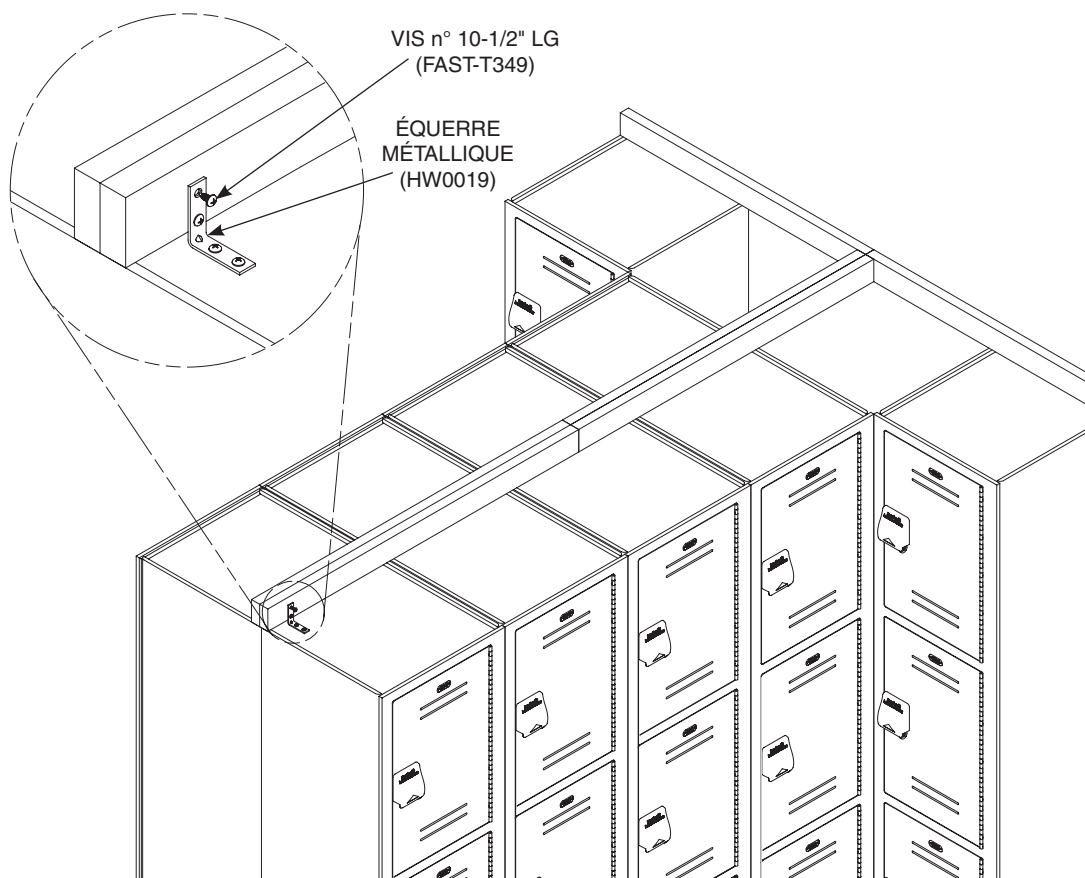

Figure 10a
2. Placer les lattes de fixation sur le dessus des casiers comme indiqué à la Figure 10a.
4. À l'aide des équerres de fixation de 2 po et de la visserie fournie, attacher les lattes de fixation au dessus des casiers comme indiqué à la Figure 10a. Percer des avant-trous de 1/16 po et 1/2 po de profondeur pour les vis n° 10 x 1/2 po de fixation des équerres et plaques métalliques à la base.